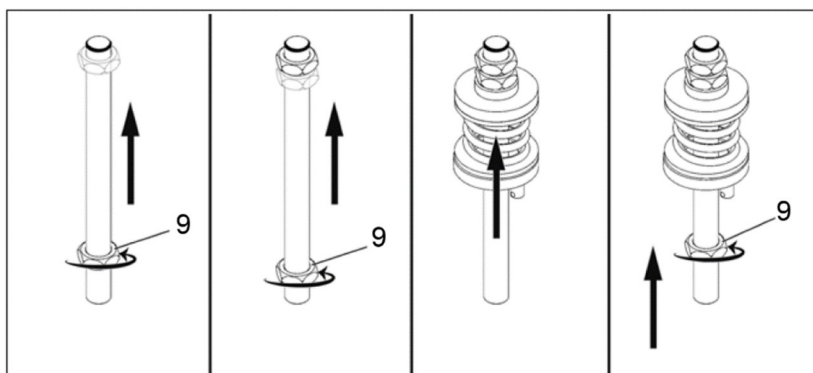

Рис. 6
8. Навинтите шестигранную гайку (9) (рис. 6 слева) против часовой стрелки на резьбовую шпильку.
9. Навинтите вторую шестигранную гайку (9) (рис. 6 слева по центру) на резьбовую шпильку против часовой стрелки до первой шестигранной гайки.
10. Сдвиньте натяжную пружину с шайбами и болтами (рис. 6 в центре справа) до шестигранных гаек на резьбовой шпильке.
11. Навинтите встречную шестигранную гайку (9) (рис. 6 справа) на резьбовую шпильку против часовой стрелки, как показано на рисунке.